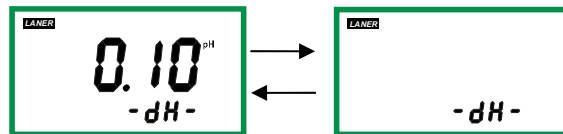

图 7-11
1、仪表在测量状态时按 3 次 REL 键，仪表的迟滞量数值将跳闪，显示如图 7-11 所示：